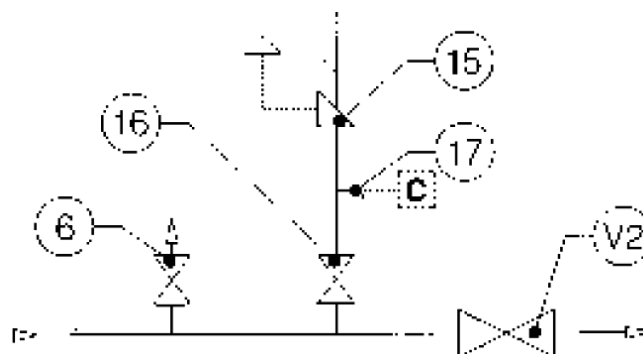

Рис. 5
2.2 УСТАНОВКА С ЗАПОРНЫМ КЛАПАНОМ (РИС. 5)